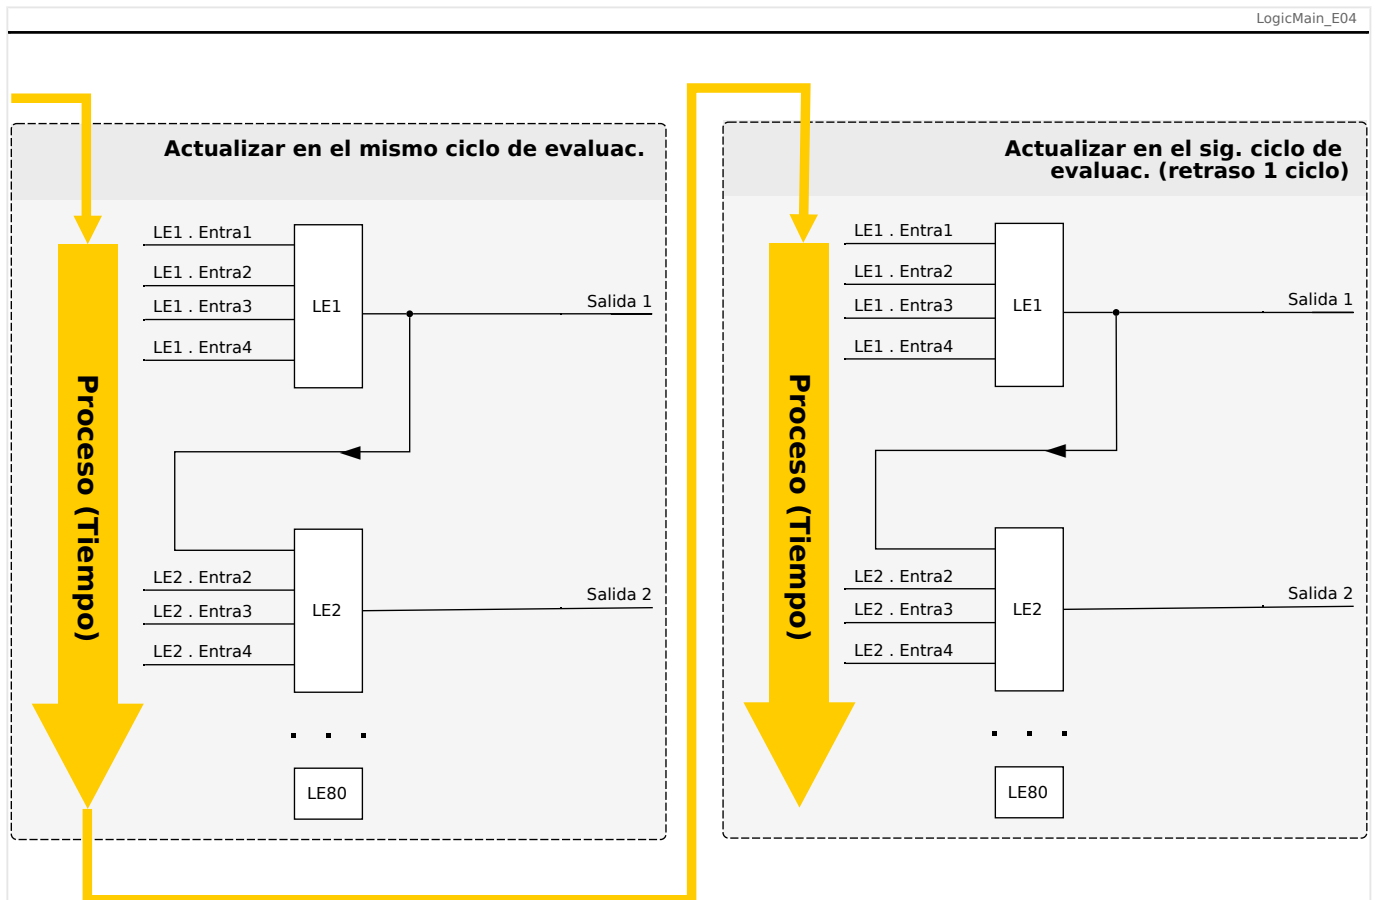
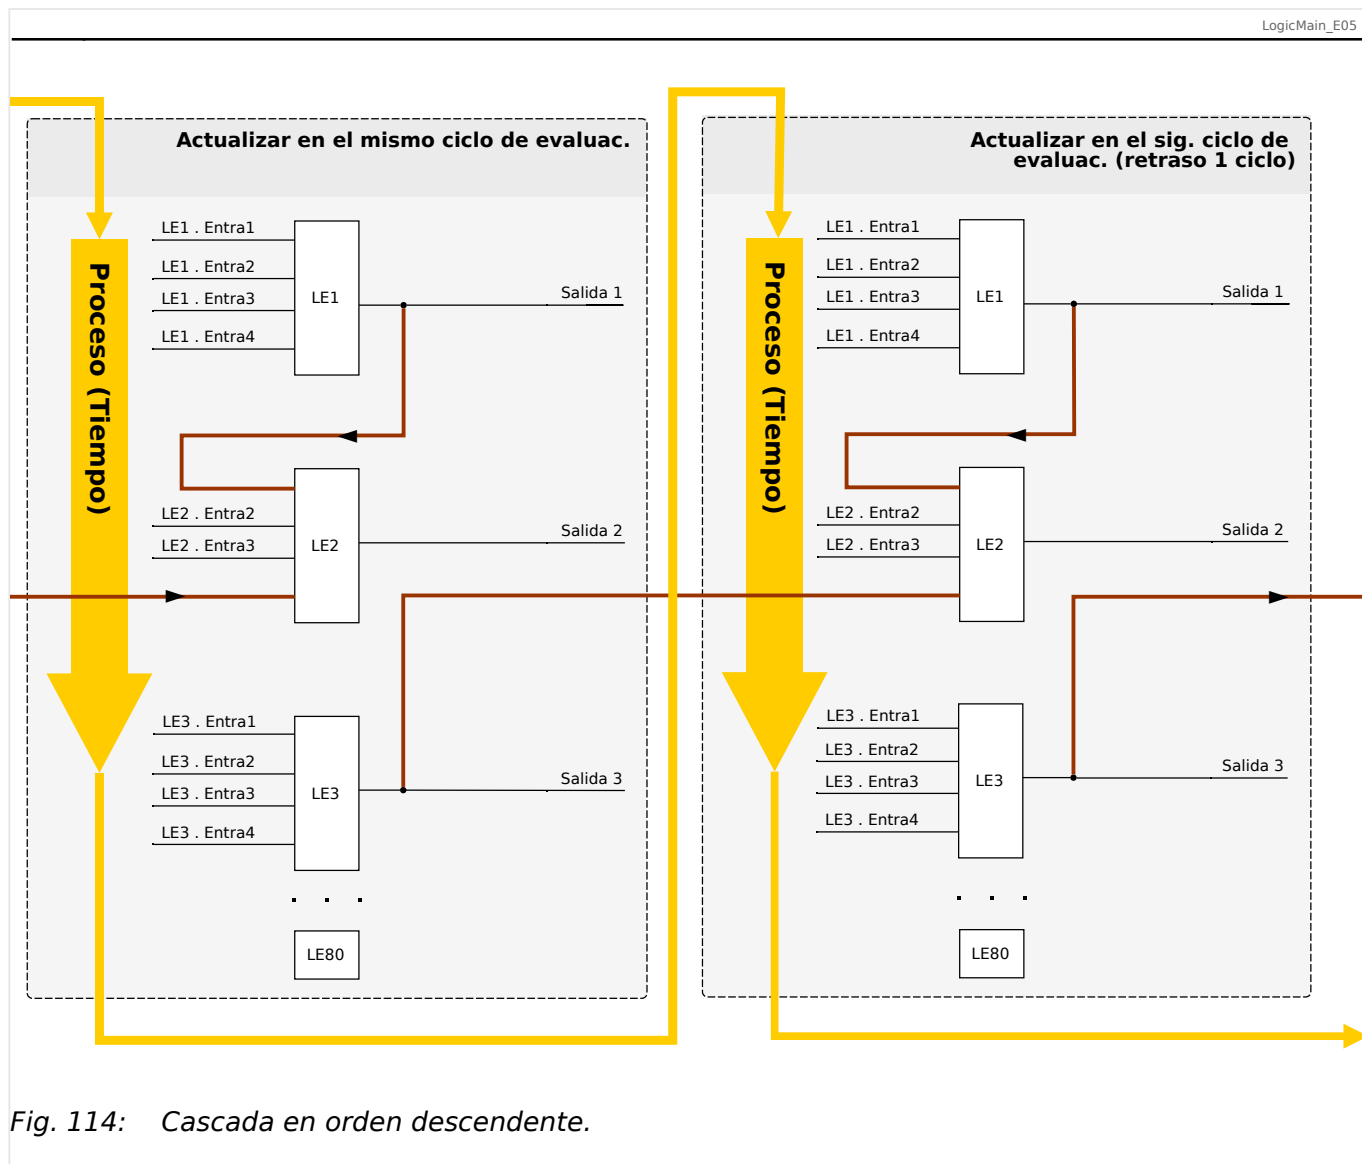

Fig. 113: Cascada en orden ascendente.
Fig. 114: Cascada en orden descendente.
- Una secuencia **ascendente** quiere decir que algunas de las salidas se usarán como entradas de una ecuación lógica con un número **mayor**. Por ejemplo, en el diagrama  Fig. 113 siguiente, se muestra un ejemplo en el que el resultado de la ecuación lógica LE1 se usa como entrada de la ecuación lógica LE2.
- Una secuencia **descendente** quiere decir que algunas de las salidas se usarán como entradas de una ecuación lógica con un número **inferior**. Por ejemplo, en el diagrama  Fig. 114, se muestra un ejemplo en el que el resultado de la ecuación lógica LE3 se usa como entrada de la ecuación lógica LE2.
Tanto la secuencia ascendente como la descendente se pueden usar y combinar entre sí, sin ninguna diferencia inmediata. Sin embargo, como todas las ecuaciones se evalúan en orden ascendente, los valores de tiempo de ejecución en sí que se usen como la entrada de una ecuación tendrán una "antigüedad" distinta, como se muestra en  Fig. 113 y  Fig. 114 a continuación.
En el ejemplo mostrado anteriormente en Fig. 114, la “Ecuación lógica 2” usa los estados de salida de otras dos ecuaciones, la “Ecuación lógica 1” y la “Ecuación lógica 3”. El resultado de la “Ecuación lógica 1” se usa en orden ascendente y, por lo tanto, se evalúa con el mismo ciclo de proceso. El resultado de la “Ecuación lógica 3” se usa en orden descendente y, por lo tanto, se evalúa en el ciclo de proceso anterior.